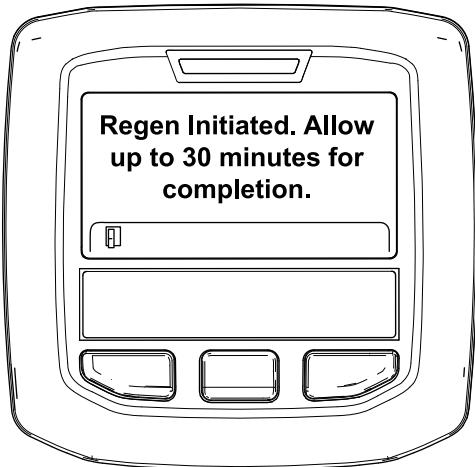

Figura 52
- Se la rigenerazione è consentita, nell'InfoCenter viene visualizzato il messaggio "Rigen. inizializzata. Attendere fino a 30 minuti per il completamento", attendete il completamento del processo di rigenerazione parcheggiata da parte della macchina (Figura 52).